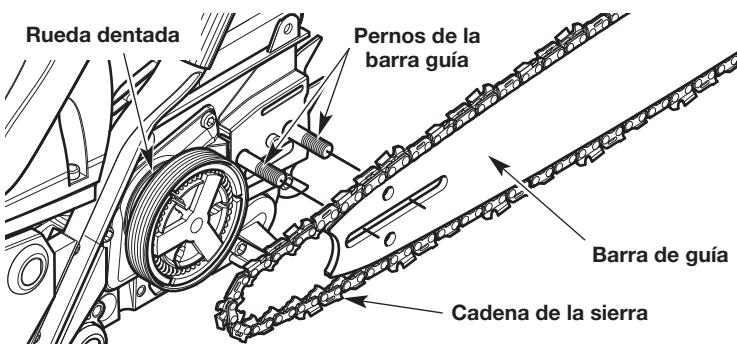

Fig. 31
5. Retire la barra guía y la cadena de la sierra de los pernos de la barra guía (Fig. 31).
3. Mantenga la cadena de la sierra y la barra guía juntas en la posición sobre la unidad. Enganche la cadena de la sierra alrededor de la rueda dentada de impulsión e instale la barra guía sobre los pernos de la barra (Fig. 31). Compruebe que la barra guía esté al ras contra la superficie de montaje. Compruebe que las partes planas sobre la cadena de la sierra estén en los surcos de la rueda dentada de impulsión.